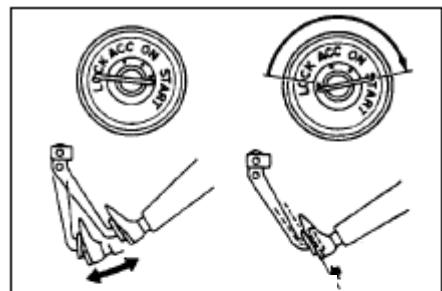

Рис. 272
- Нажмите на педаль, затем запустите двигатель. (рис. 272)